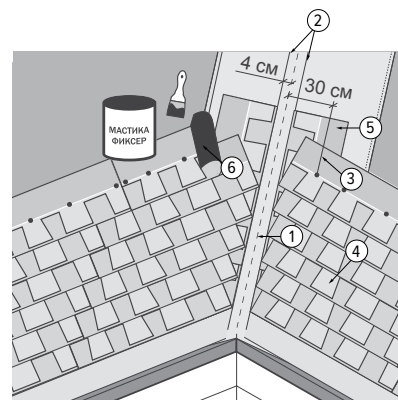

Рис. 11
1. Линия установки вертикального гонта (Рис. 11 — 5) в сторону оси ендовы (Рис. 11 — 1). Ширина желоба ендовы варьируется от 40 до 150 мм.
2. Линия фиксации (Рис. 11 — 3) гибкой черепицы на расстоянии не менее 300 мм от оси ендовы.
Производится отбивка мелованных линий установки вертикального гонта (Рис. 11 — 5) и линий фиксации (Рис. 11 — 3) с помощью шнура (отбивки).